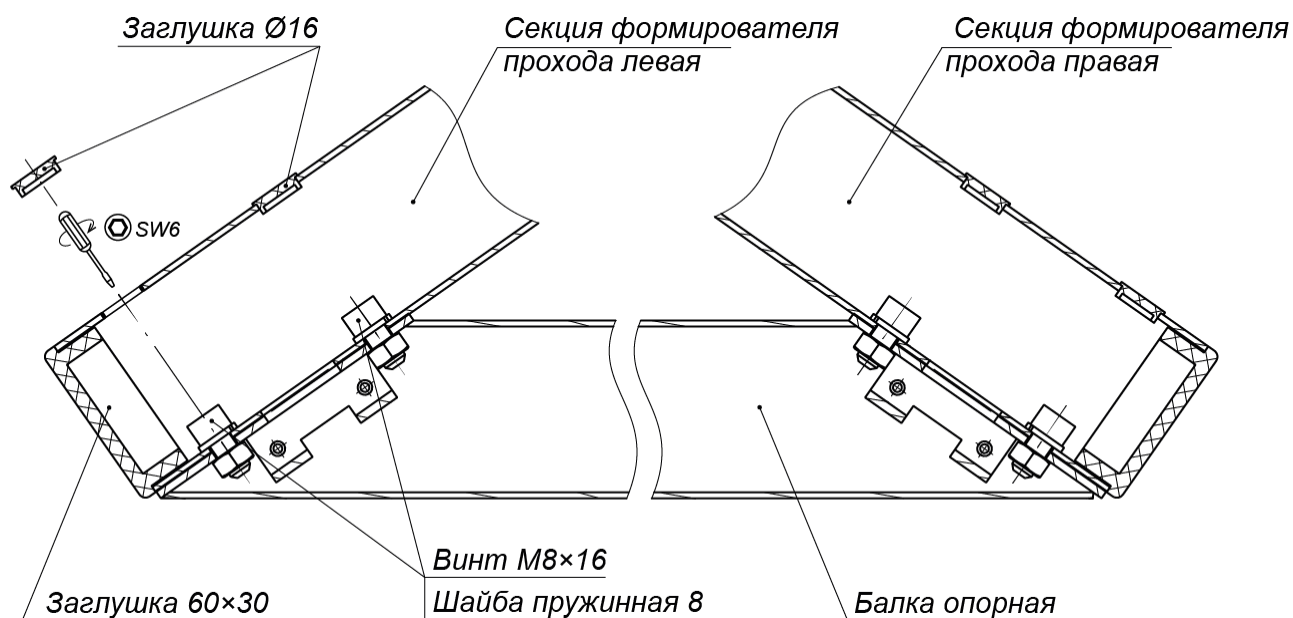
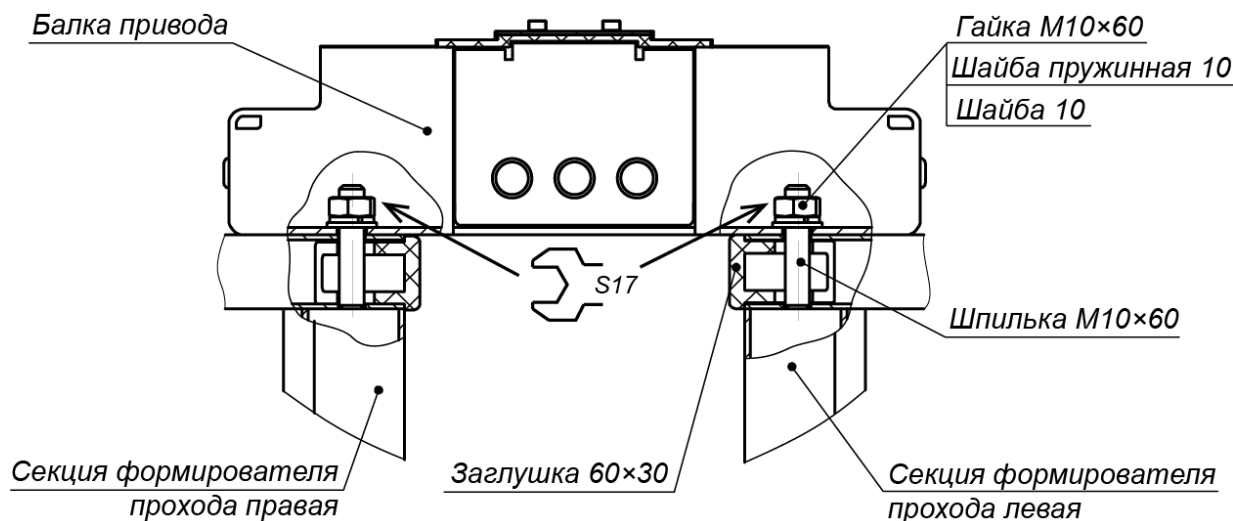

Рисунок 15. Крепление балки опорной к секциям формователя прохода
Рисунок 16. Крепление балки привода к секциям формователя прохода
- Установите секции (6) формователей прохода на установочную поверхность, ориентируя отверстия в опорных фланцах по расположению анкеров. При этом левая и правая секции каждого ИУ турникета должны быть правильно выставлены и сориентированы: блоки индикации формователей должны быть развернуты наружу (см. рис. 2) и учтено расположение на секциях мест крепления опорной балки (см. рис. 15).
14. Установите балки опорные (7) на секции (6) формователей прохода, каждую в следующем порядке (см. рис. 15):
15. Распакуйте балку привода (9) с крышкой (10) (ящик №1).
16. Произведите монтаж балки привода (9) (работайте вдвоем!):
- Снимите крышку (10) с балки привода (см. разд. 6).
- Используя две стремянки, осторожно установите балку сверху на турникет, при этом шпильки, расположенные на секциях (6) формователей прохода, должны попасть в соответствующие отверстия в балке. Будьте внимательны – не повредите соединительные кабели!
- Придерживая балку, осторожно приподнимите ее с одной стороны и пропустите концы кабелей индикации (14) из балки опорной (7) в соответствующие отверстия балки привода. Временно закрепите их внутри балки (к примеру, с помощью скотча). Те же самые действия произведите с другой стороны балки.
- Закрепите балку привода на секциях (6) формователя прохода четырьмя гайками М10 с шайбами (см. рис. 16), накрутив их на шпильки с помощью торцевого ключа S17. Затяжка гаек предварительная, для возможности регулировки положения.
- Проверьте вертикальность положения ротора с помощью уровня. При необходимости устраните отклонение от вертикальности путем смещения балки привода (9) в пределах допуска монтажных отверстий. Окончательно затяните все гайки и винты крепления балки привода.
20. Закройте пластиковыми заглушками Ø16 отверстия для винтов соединения секций ротора (2) и отверстия крепления балки опорной (7) к секциям (6) формователя прохода (см. рис. 15 и 19).